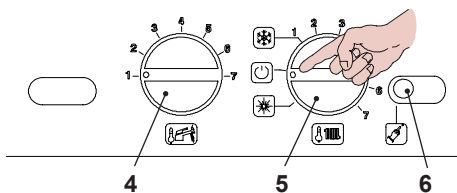

Fig. 6.7
- Spegnere la caldaia portando il selettore di funzione 5 sulla posizione "U" come in Fig. 6.7.